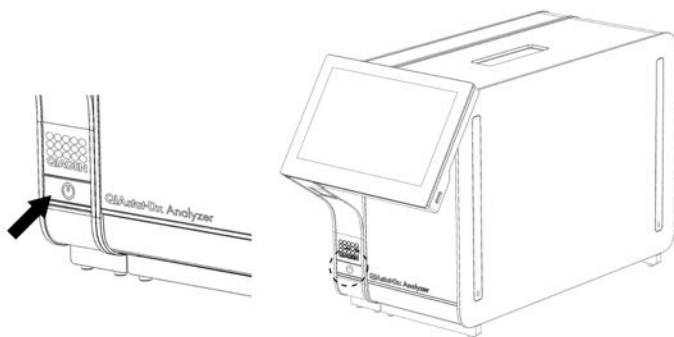

Figura 22. Acionamento do botão Ligar/Desligar para ligar o instrumento.
1. Prima o botão Ligar/Desligar na parte frontal do QIAstat-Dx Analyzer 1.0 para ligar a unidade (Figura 22).